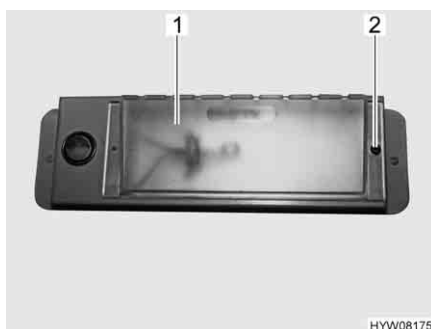

Fig. 161 Lampada del garage
- Svitare la vite di fissaggio (Fig. 161,2).
- Spostare e rimuovere la copertura (Fig. 161,1).